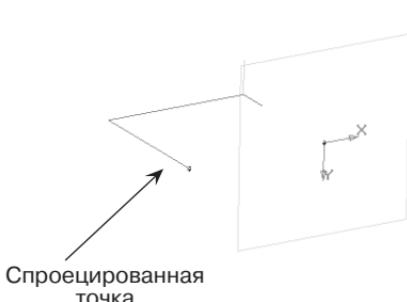

Рис. 414
- чтобы точно построить продолжение направляющей, необходима привязка к окончанию отрезка предыдущего эскиза. Спроецируйте эту точку. На строке **Меню** выберите **Операции**, после щелчка ЛКМ раскроется диалоговое окно, укажите **Спроецировать объект**. Дальнейшие действия должны быть очень точными, вы должны спроектировать *только точку* (рис. 414);